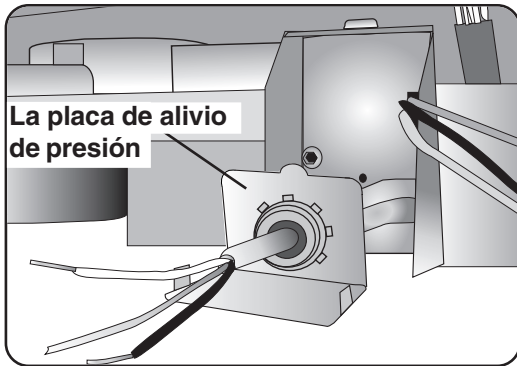

Ilustración 27
- 2 Corra el cable de alimentación eléctrica a través del alivio de presión, como muestra la **Ilustración 27**. Permita que de 3 a 4 pulgadas (de 7.5 cm a 10 cm) de cable aislado se pasen de la placa de alivio de presión.